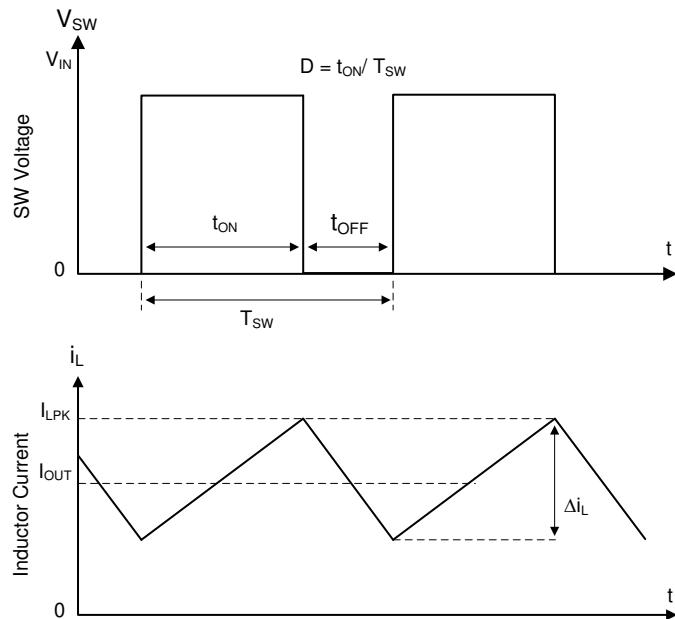

図 6-1. 連続導通モード (CCM) における SW ノードとインダクタ電流の波形
TPSM84538 の operation 説明は、機能ブロック図と図 6-1 の波形を参照しています。TPSM84538 は、ハイサイド (HS) およびローサイド (LS) MOSFET (同期整流器) を内蔵した同期整流式降圧コンバータです。TPSM84538 は、制御されたデューティ サイクルでハイサイドおよびローサイドの NMOS スイッチをオンにすることにより、出力電圧の安定化を実現します。ハイサイドスイッチがオンしている間、SW ピンの電圧は最大で V_{IN} まで上昇し、インダクタ電流 i_L は $(V_{IN} - V_{OUT}) / L$ の直線勾配で増加します。制御ロジックにより HS スイッチがオフされると、アンチショートスルーのデッドタイムの後、LS スイッチがオンします。インダクタ電流は、ローサイドスイッチを通して $-V_{OUT}/L$ の割合で放電されます。降圧コンバータの制御パラメータは、デューティ サイクル $D = t_{ON}/T_{SW}$ と定義されます。ここで、 t_{ON} はハイサイドスイッチのオン時間、 t_{SW} はスイッチング周期です。コンバータ制御ループは、デューティ サイクル D を調整することにより、出力電圧を一定に維持します。損失を無視できるような理想的な降圧コンバータでは、次の式のように、 D は出力電圧に比例し、入力電圧に反比例します。 $D = V_{OUT}/V_{IN}$ 。